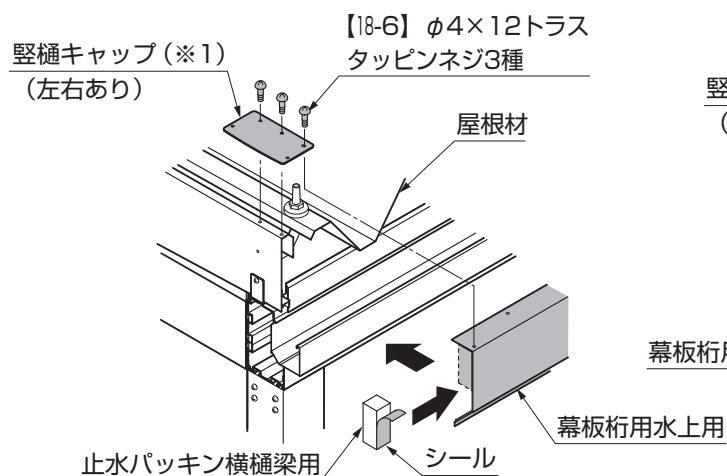

図17-2 A部詳細図
- ④幕板桁用水下用を縦樋キャップに【18-6】で取付けてください。（図17-2参照）